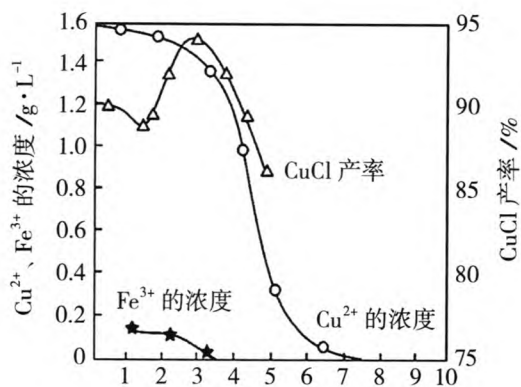

图4 溶液 pH 对离子浓度和 CuCl 产率关系
用滤液中 Cu^{2+} 、 Fe^{3+} 的含量对 pH 作图, 可直观地反映出滤液中金属离子含量与 pH 之间的关系以及反应①系统 pH 与 CuCl 产率的关系, 见图 4。